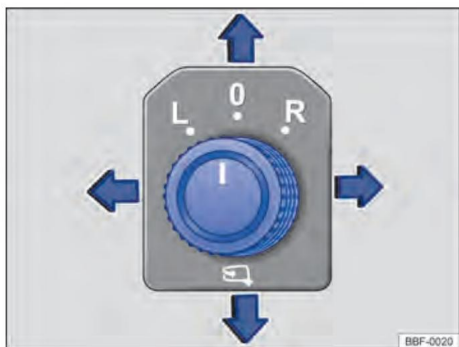

Fig. 82 Sur la porte conducteur : molette de réglage des rétroviseurs extérieurs électriques.
- Tourner le bouton rotatif de la porte du conducteur sur le symbole souhaité → fig. 82.